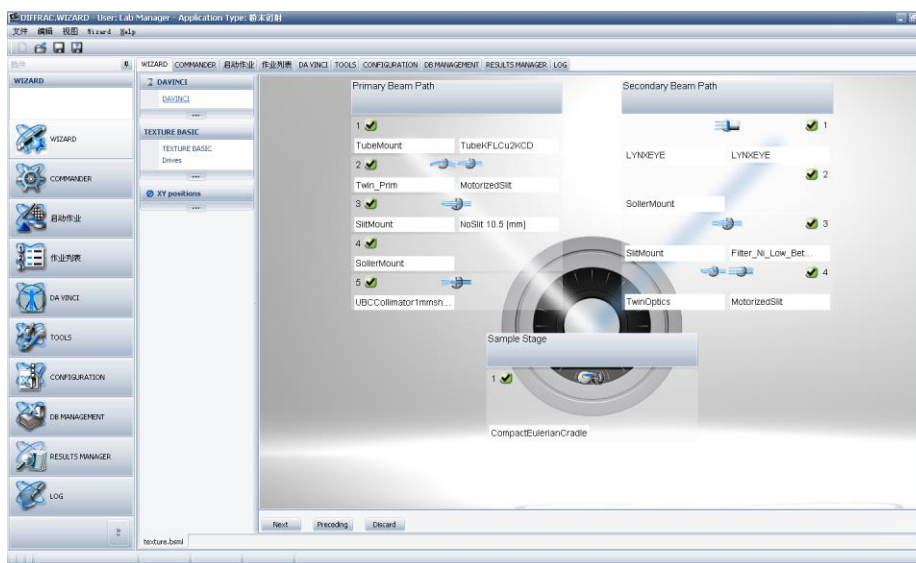
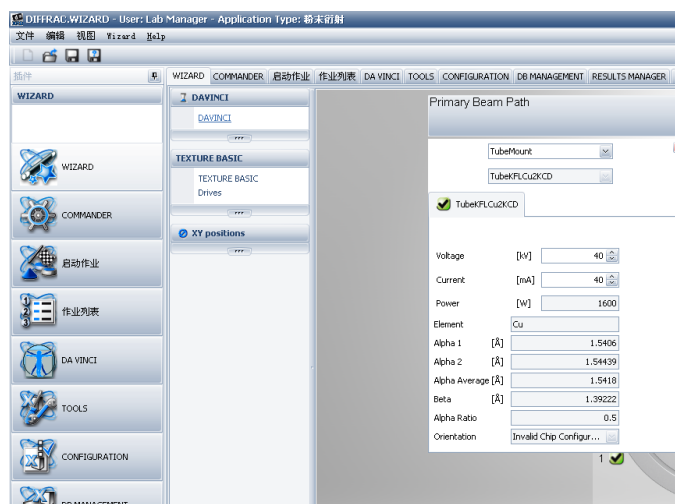

图 9-1
图 9-2
9.6 首先编辑 DaVinci 界面（图 9-1），设定探测器的高压和电流（图 9-2）40 kV，40mA，然后逐一设定入射和衍射光路配置。